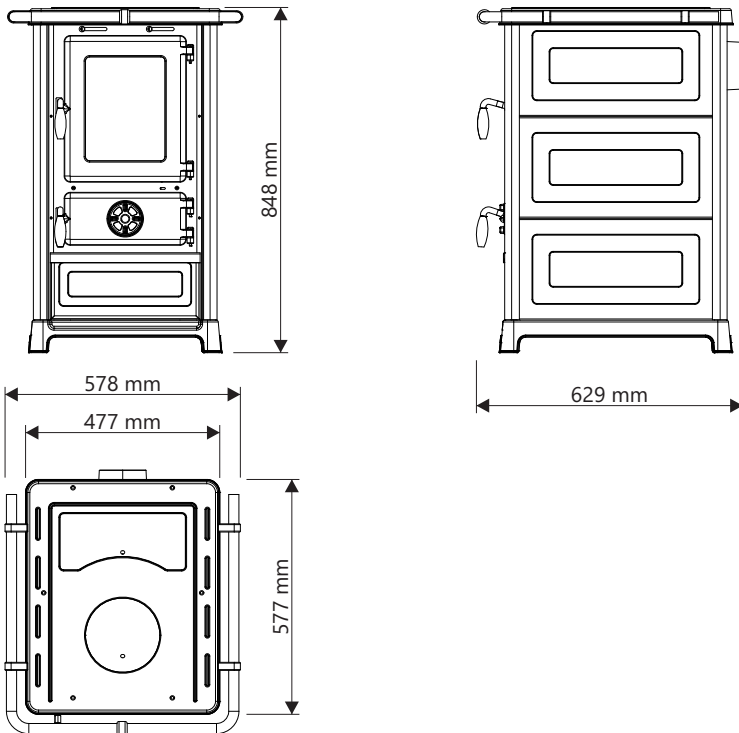

**Abbildung 1**
- Auf der Abbildung 1 ist das Aussehen des Kaminofens mit den für die Bedienung wichtigen Bestandteilen dargestellt.
**Bestandteile des Kaminofens** (Abbildung 1):
- Aschentür offen lassen, bis eine stabile Flamme entsteht, nach dem Schließen der Tür die Brennintensität mit dem Primärluftregler (Abbildung 1, Position 3) regeln.
- Öffnen Sie beim Nachlegen von Brennstoff die Feuerraumtür (Abb. 1, Pos. 1) nur um einige Grad, warten Sie 4-5 Sekunden, öffnen Sie danach die Tür langsam vollständig. Öffnen Sie die Tür nicht schlagartig, weil bei starker Flamme im Feuerraum die Flamme in den Raum austreten kann.
Mit der Regelung des Einzugs im Kaminofen regeln Sie die Temperatur, Leistung und Geschwindigkeit der Brennstoffverbrennung, und das tun Sie durch Drehen des Primärluftreglers an der Aschentür (Abb. 1, Pos. 2).